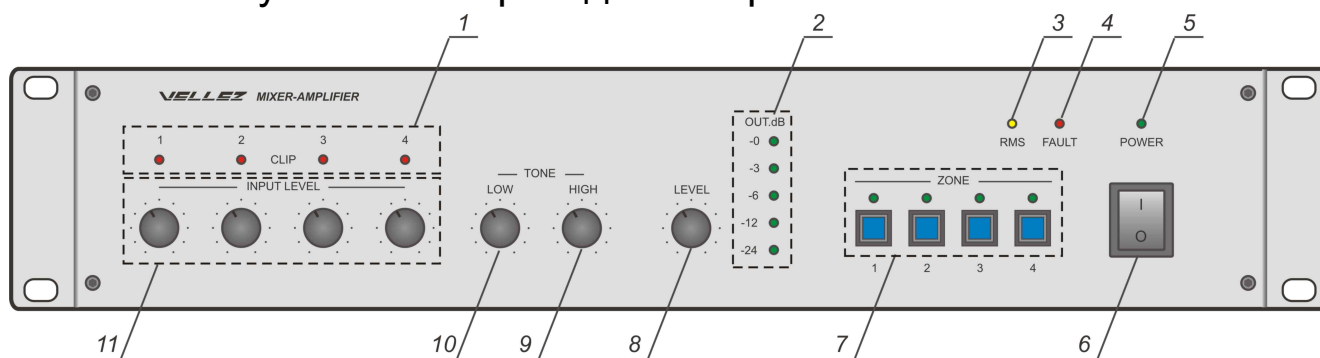

Рисунок 1
7.1 Размещение органов управления и индикации на передней панели усилителя приведено на рис. 1.